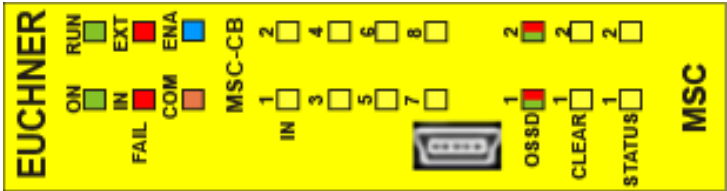

Bild 16:
8.3.1. Basismodul MSC-CB (Bild 16)